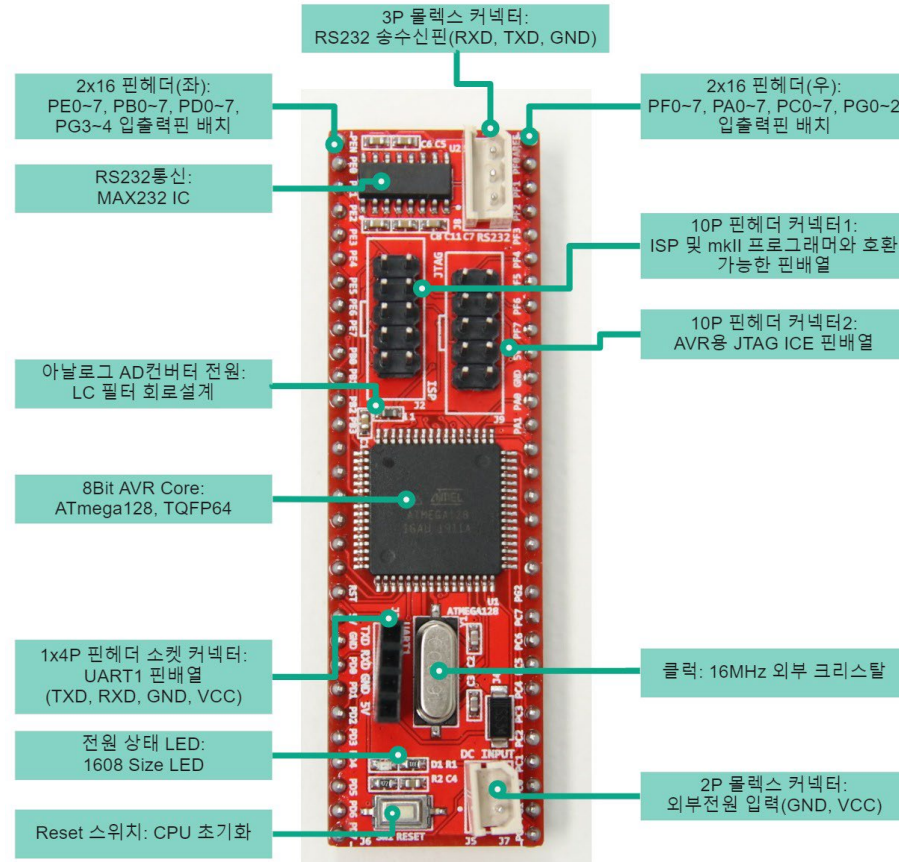

Figure 2. 브레드보드 모듈 각부 명칭 블록
- <Figure 2>는 ATmega128 핀 다이어그램을 보여주고 있다.